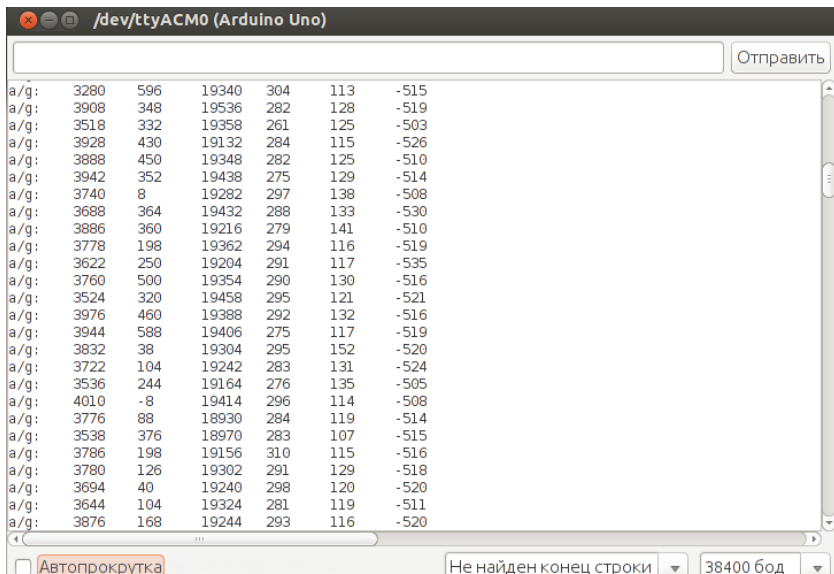

Рис. 24.2. Вывод данных гироскопа и акселерометра в монитор Arduino IDE
3. Открываем монитор последовательного порта Arduino IDE и смотрим вывод данных гироскопа и акселерометра (см. рис. 24.2).